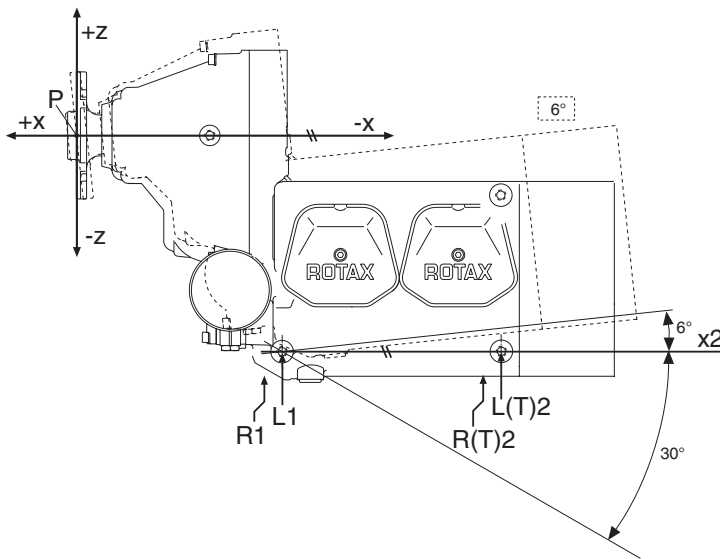

Fig. 9
See Fig. 9/10/11.
- max. 30° clockwise (See Fig. 9)